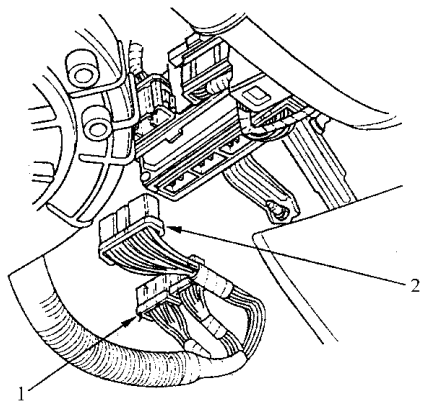

图 2-1 断开 ECM/PCM 插接器
6) 如图 2-1 所示，断开 ECM/PCM 的连接器及主线束连接器。